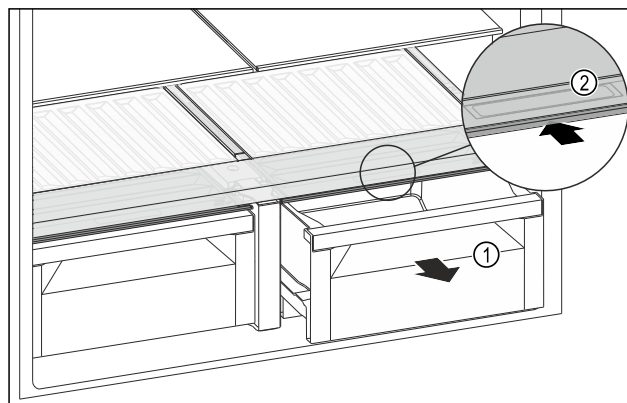

Fig. 139
- ▶ 拉出抽屉 Fig. 139 (1)。
- ▶ 抓住抽屉盖上的内嵌式拉手 Fig. 139 (2)，并同时向后推入抽屉盖。